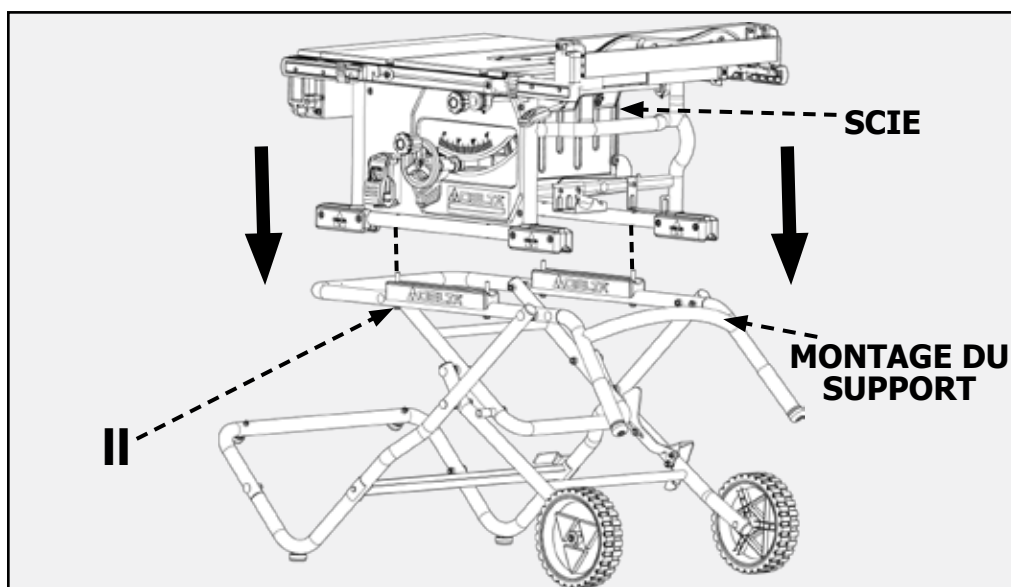

FIGURE 10
Placer la scie sur le support et aligner les trous filetés dans la scie avec les trous du support et fixer avec quatre boulons à tête creuse M8 x 55 (II). Voir figure 10.